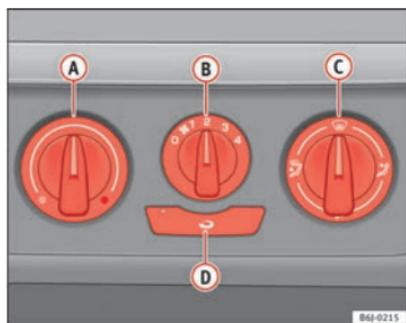

Abb. 102 In der Instrumententafel: Bedienelemente der Heizung
- Mit den Reglern **A** und **C** und dem Schalter **B** ⇒ Abb. 102 stellen Sie die Temperatur, die Luftverteilung und die Gebläsestufen ein.